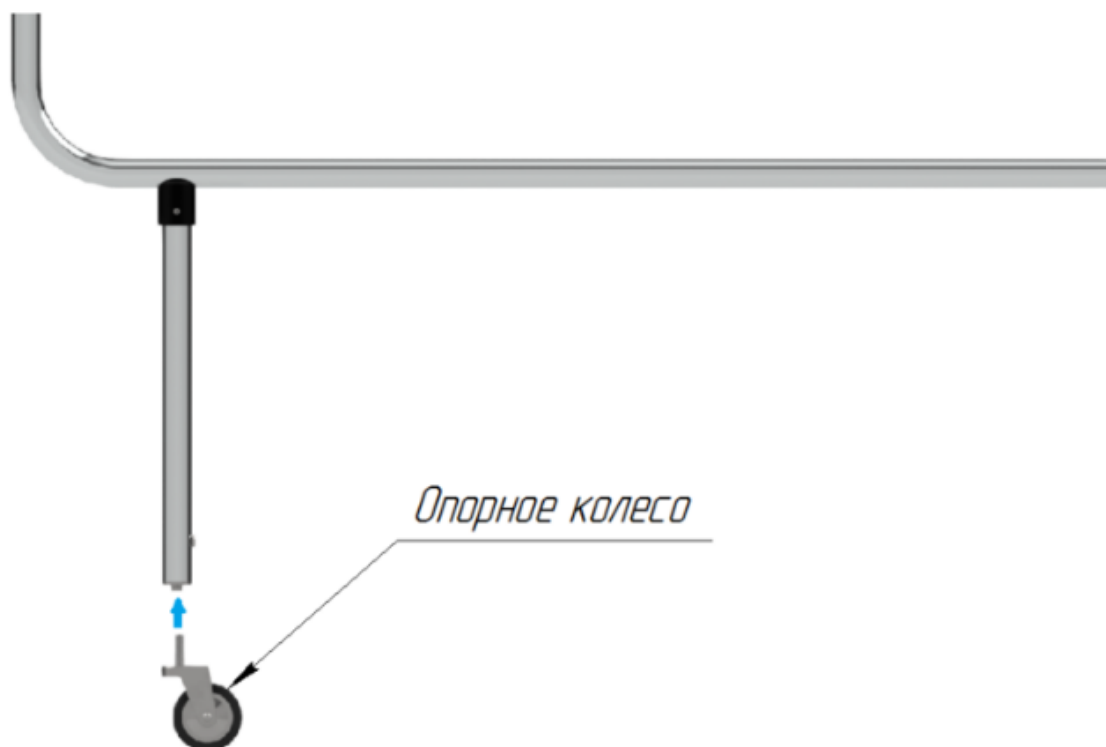

Рисунок 7.2.1 Установка опорного колеса
3. Закрутите резьбовую ось опорного колеса в основание опорной планки створки (рисунок 7.2.1);